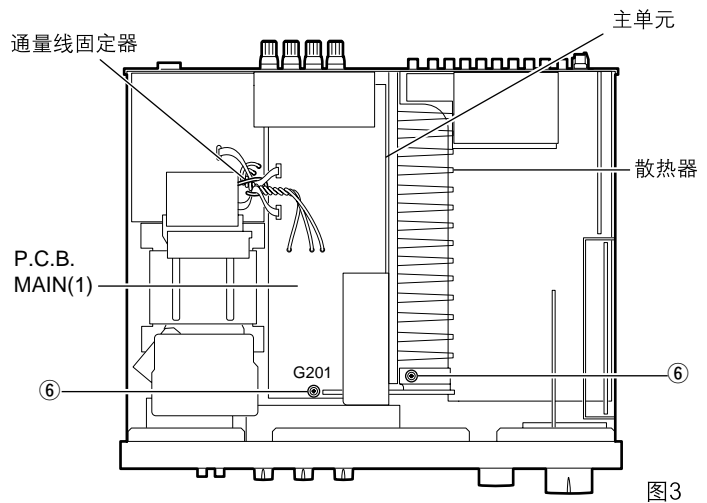

图3
- d. 将固定P.C.B. MAIN(1)的配线的通量线卸下。(图3)
- e. 将固定主单元的⑥的2个螺钉卸下。(图3)